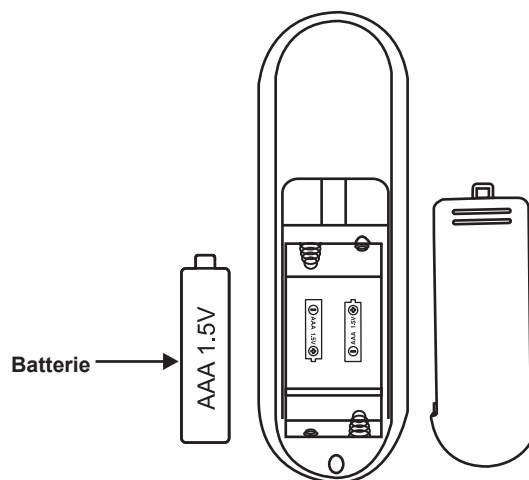

Figure 12
1. Fixer la pale au moteur à l'aide des vis fournies. (Fig. 12)